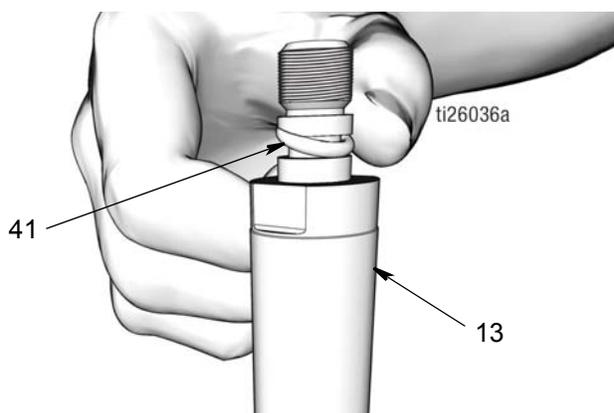

FIG. 46
- a. Limpie el vástago del pistón (13) y el pistón (6) con un paño limpio para eliminar cualquier resto de suciedad o contaminantes. Inspeccione las superficies en busca de arañazos o daños. Reemplace las piezas dañadas.
- b. Aplique una capa fina de grasa en la junta tórica (41). Coloque la junta tórica sobre las ranuras del vástago del pistón (13) (FIG. 46).